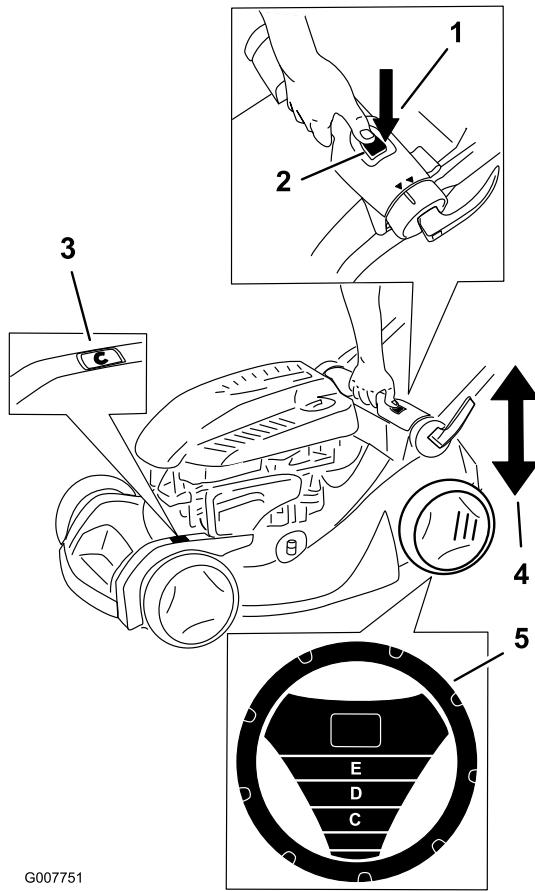

Figura 13
Nota: La Smart Wheel® calcula el ajuste adecuado para asegurar que usted no corte más de un tercio de la hoja de hierba (Figura 13).
2. Desplace el cortacésped a la hierba; deje de empujar el cortacésped cuando el dibujo Smart Wheel esté en posición vertical (Figura 13).
4. Apriete el botón de ajuste de la altura de corte y sujetela barra de ajuste de la altura de corte para desplazar la altura de corte hacia arriba o hacia abajo (Figura 13).
5. Levante o baje la barra, y utilice la escala de alturas de corte para fijar la altura de corte deseada (Figura 13).